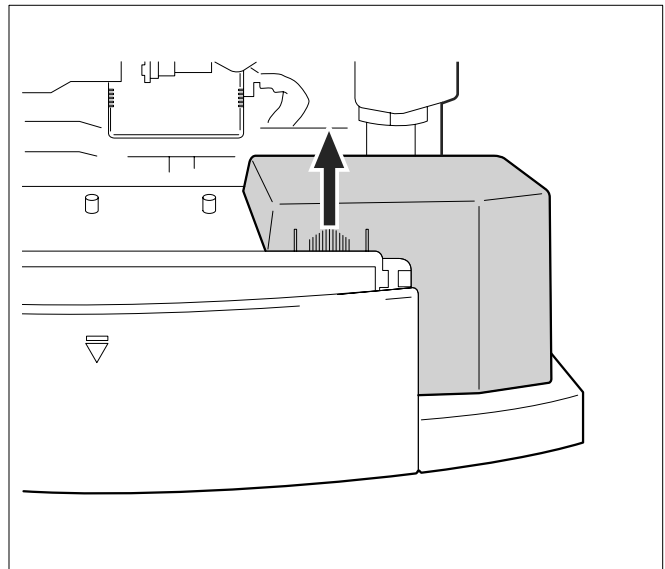

Fig. 7 Scoaterea capacului cutiei de conexiuni
- Îndepărtați capacul cutiei de conexiuni (Fig. 7).